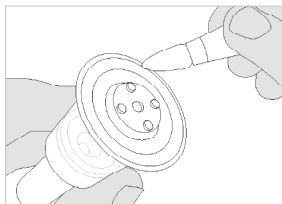
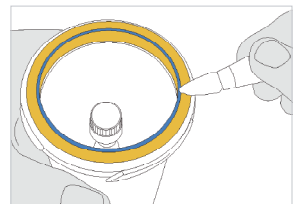

Abbildung 12
Abbildung 12a
- Bestreichen Sie den Außenrand des verschiebbaren Lufttrichter-Diaphragma **(Abb. 12)** und den gelben Ring auf der Aerosolschale mit dem beiliegenden Percussionaire®-Schmierstoff. **(Abb. 12a)**